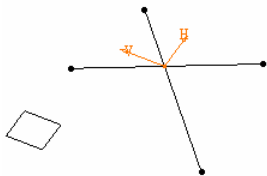

图 2-10
④ 使用两条直线的交点 (Intersection 2 Line) 模式时, 草图原点是由用户选择的两条直线的交点投影到草图平面生成的, 如图 2-10 所示。